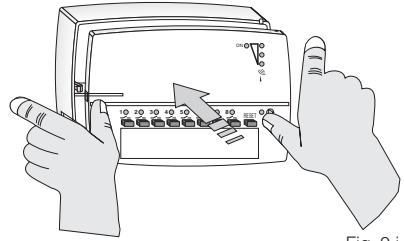
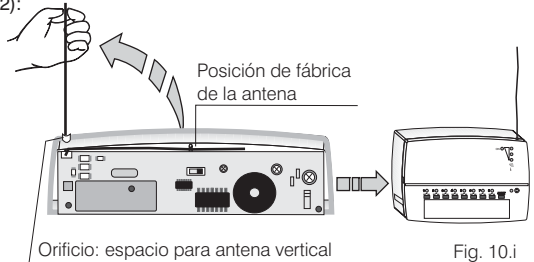

Fig. 9.i
Fig. 10.i
- Cerrar cuidadosamente el receptor (fig. 9.i - fig.10.i)